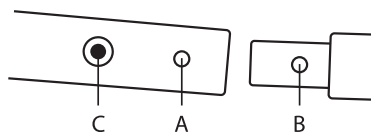

Рис. 1
1. Совместите основание подставки (упаковано отдельно) с опорными кронштейнами, прикрепленными к бокам корпуса вентилятора (рис. 1).